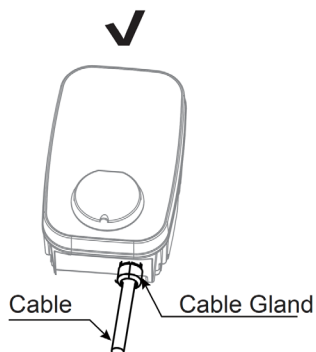

Fig. 6
- Opció 1: Entrada inferior (recomanada): el cable entra per la part inferior i se segella amb el premsaestopes . Fig. 6